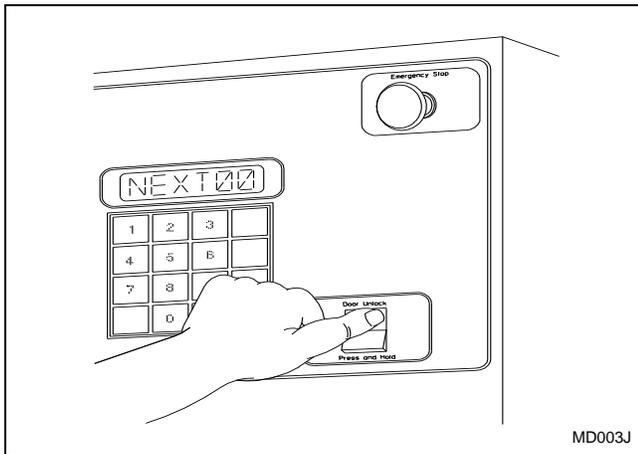

Figura 18
2. Use la mano izquierda para presionar y mantener presionado el botón de desbloqueo de la puerta situado en la parte frontal inferior derecha del panel de control. Consulte la *Figura 18*.